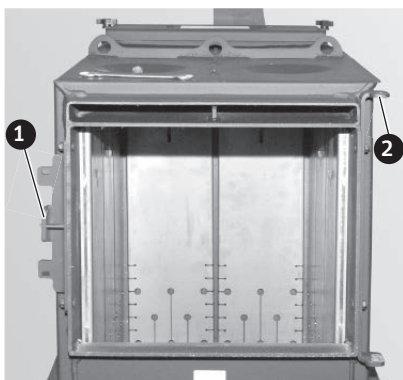

Fig. 30 Invertire supporto dello sportello e supporto di chiusura
- ▶ Svitare il supporto sportello e il supporto di chiusura dal corpo della caldaia e riavvitarli insieme dopo averli invertiti – Fig. 30.